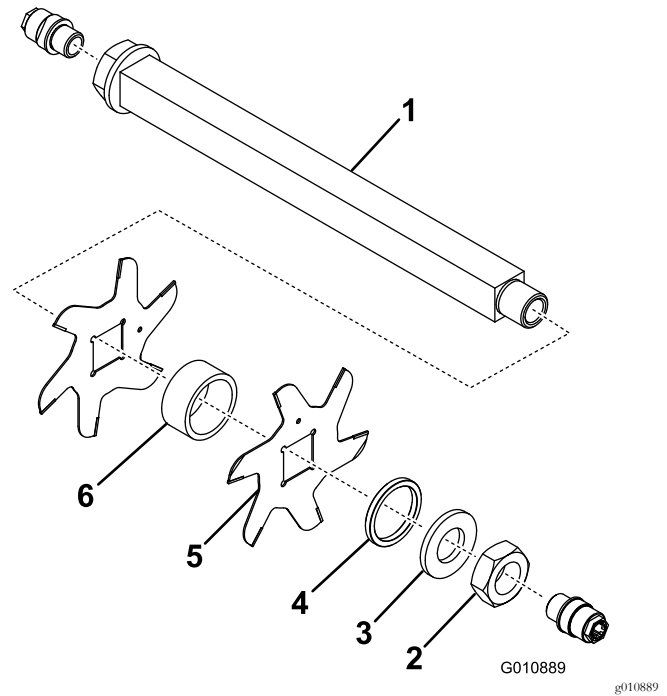

图17
3. 依次取下小隔片、垫圈、刀片以及大隔片。清洁该方形轴然后涂抹上一薄层润滑脂进行润滑使组装更容易 图17。